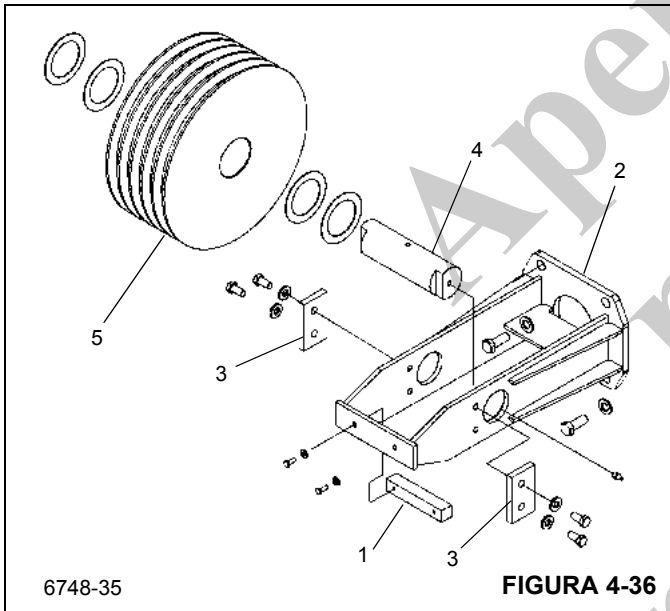

FIGURA 4-36
4. Aplique uma leve camada de lubrificante ao eixo da polia (Figura 4-36, 4).
5. Instale o conjunto da polia (Figura 4-36, 5), o eixo (Figura 4-36, 4) e os espaçadores. Instale o eixo com a graxeira voltada para a ESQUERDA e os entalhes para a frente da lança.
6. Instale as placas de retenção do eixo da polia (Figura 4-36, 3) nos lados esquerdo e direito com dois parafusos e duas arruelas em cada placa.